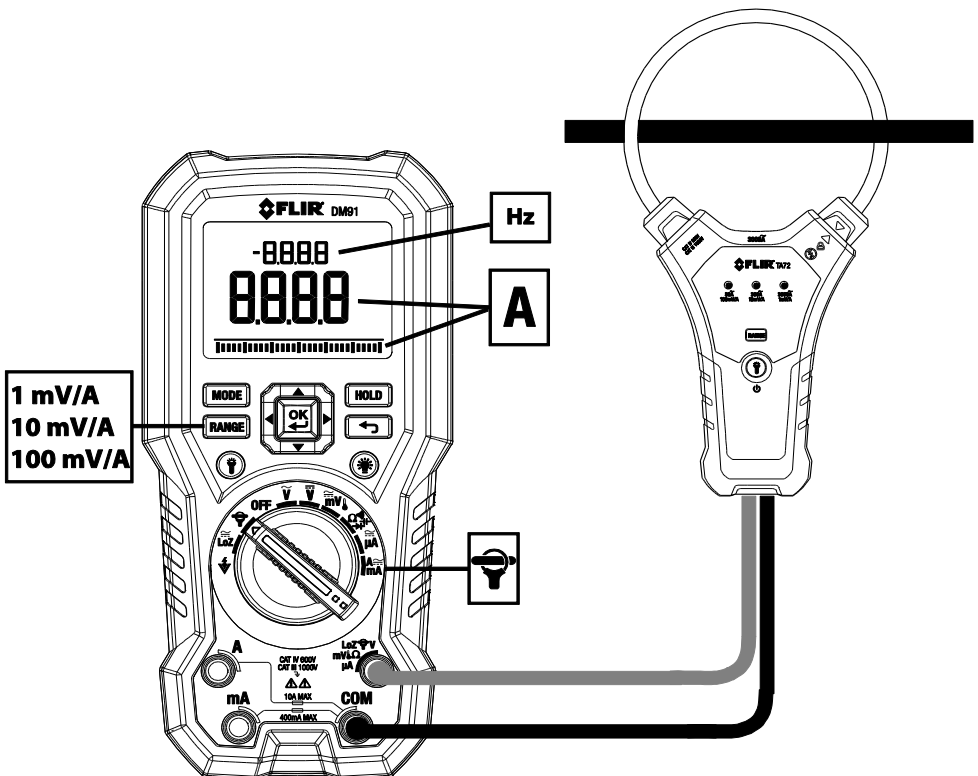

Fig. 5-11 FLEX Klem Toepassing
2. Sluit een klemadapter aan zoals getoond in Fig. 5-11.